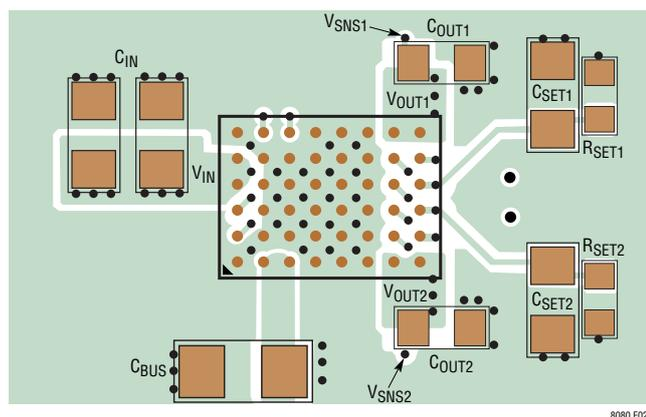

図2. 推奨外部部品、GNDプレーン、サーマル・ビアを示したレイアウト
PCBレイアウトに関する問題のほとんどは、LTM8080の高レベルの集積によって緩和もしくは除去されています。しかしながら、LTM8080はスイッチング電源であり、EMIを最小化し適切な動作を確保するための注意が必要です。集積レベルが高いとはいえ、レイアウトが無計画であったり粗雑であったりすると、仕様規定された動作を実現できない可能性があります。推奨レイアウトについては図2を参照してください。グラウンディングやヒート・シンクが許容可能なものであることを確認してください。
6. ビアを使用してGND銅領域を基板の内部グラウンド・プレーンに接続します。このようなGNDビアを多数配置することにより、プリント回路基板の内層プレーンとの良好なグラウンド接続および熱経路を実現できます。図2のサーマル・ビアの位置と密度に注意を払ってください。LTM8080は、電力処理を行う内蔵部品の近くにビアがあるため、その場所の内部GNDプレーンに接続されたビアによるヒート・シンクのメリットを生かすことができます。サーマル・ビアの最適な数はプリント回路基板の設計に依存します。例えば、非常に小さいビア・ホールを使用する基板もあります。その場合、大きなホールを使用する基板よりも多くのサーマル・ビアを使用する必要があります。